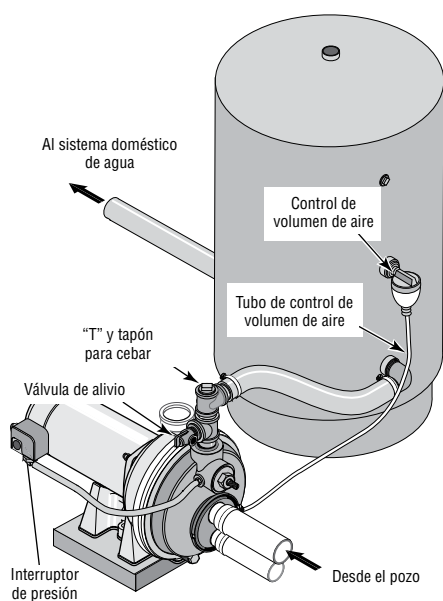

Figura 13: Conexiones para Tanque Estándar
Conexión para tanque estándar (Figura 13)
4. Retire el tapón de la tubería de 1/8" de NPT del orificio del Control de Volumen de Aire (CVA) de la bomba (vea la Figura 13). Instale una tubería desde el orificio de CVA de la bomba hacia el orificio en el CVA montado en el tanque. Vea mayores detalles en las instrucciones incluidas con el tanque y en el CVA.